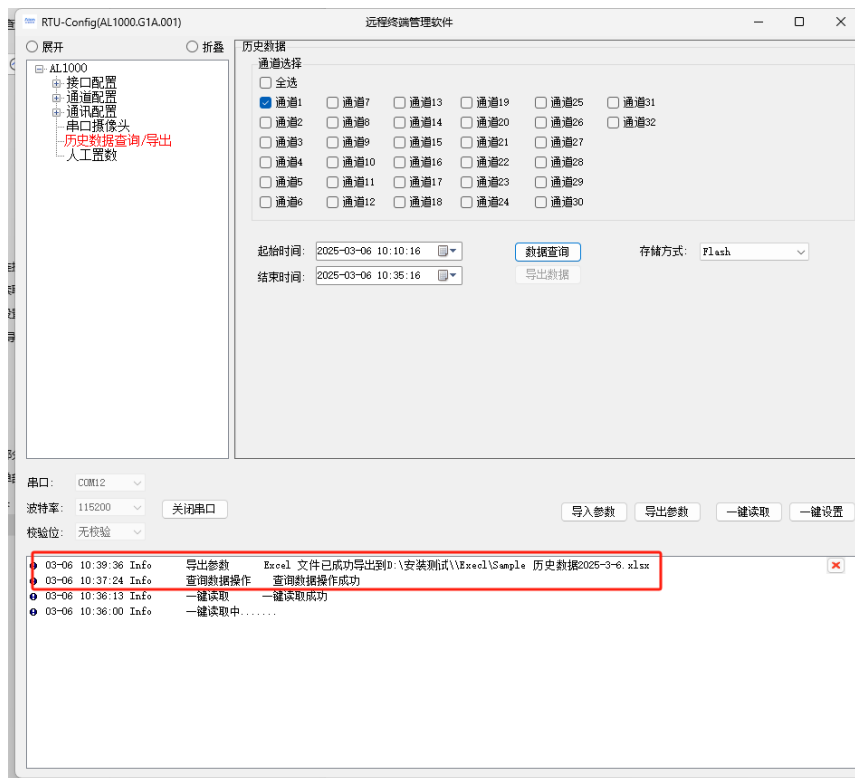

图 4-20 操作成功
5. 日志信息显示查询操作成功后点击导出数据，导出成功后历史数据存储在日常记录的路径中如图 4-20 操作成功所示